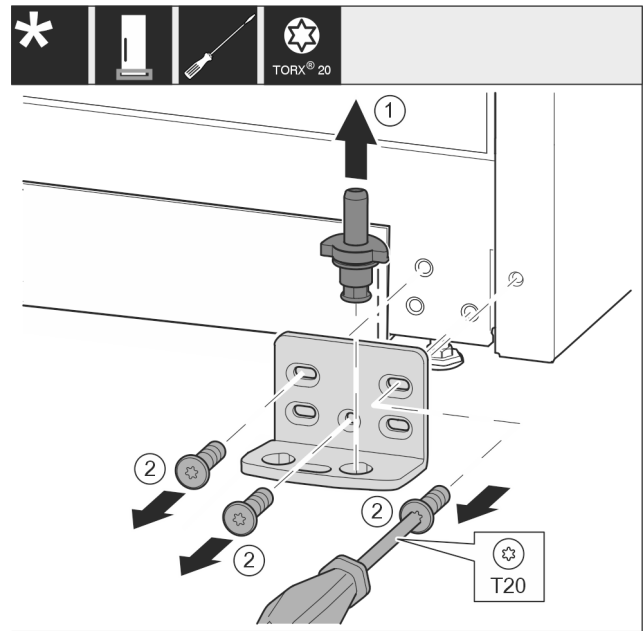

Fig. 17
- ▶ Опорний гвинт цілком витягніть рухом вгору. Fig. 17 (1)
- ▶ Викрутіть гвинти за допомогою викрутки T20 та зніміть опорний кронштейн. Fig. 17 (2)